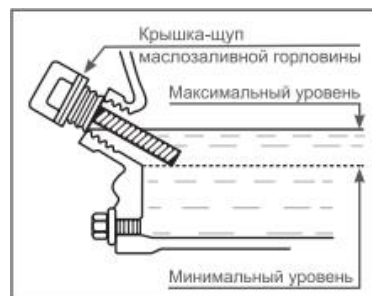

Рис. 11
2. Открутите крышку-щуп маслосазливной горловины и извлеките щуп (Рис. 11).
2. Выкрутите крышку-щуп маслозаливной горловины и извлеките щуп (Рис. 11).